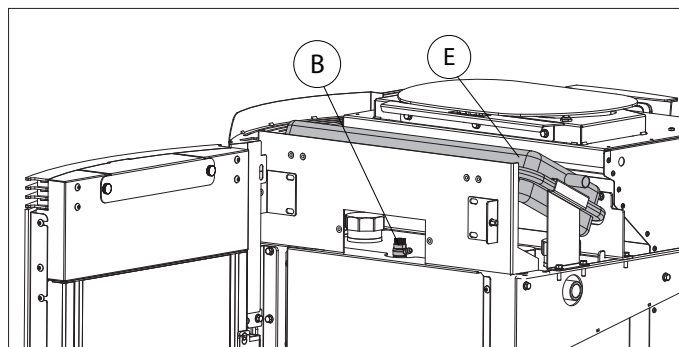

Fig. 6.3.1
6.3.1 Descrizione circuito idraulico (Fig. 6.3.1/2)
6.3.2 Collegamenti idraulici (Fig. 6.3.1/2)
1) Collegare un tubo dell'acqua proveniente dall'acquedotto al rubinetto di carico L, aprire la valvola di sfiato B (Fig. 6.3.1), aprire il rubinetto di carico M, facendo così fluire l'acqua fino al completo riempimento della stufa. Chiudere la valvola di sfiato e attendere il raggiungimento della pressione minima d'esercizio (1 bar), verificabile dal manometro presente a bordo stufa.
Aprire quindi la valvola di sfiato B (Fig. 6.3.1), aprire il rubinetto di bypass presente nella valvola anticondensa N, facendo così fluire l'acqua dall'impianto fino al completo riempimento della stufa. Chiudere la valvola di sfiato e attendere il raggiungimento della pressione minima d'esercizio (1 bar), verificabile dal manometro presente a bordo stufa.